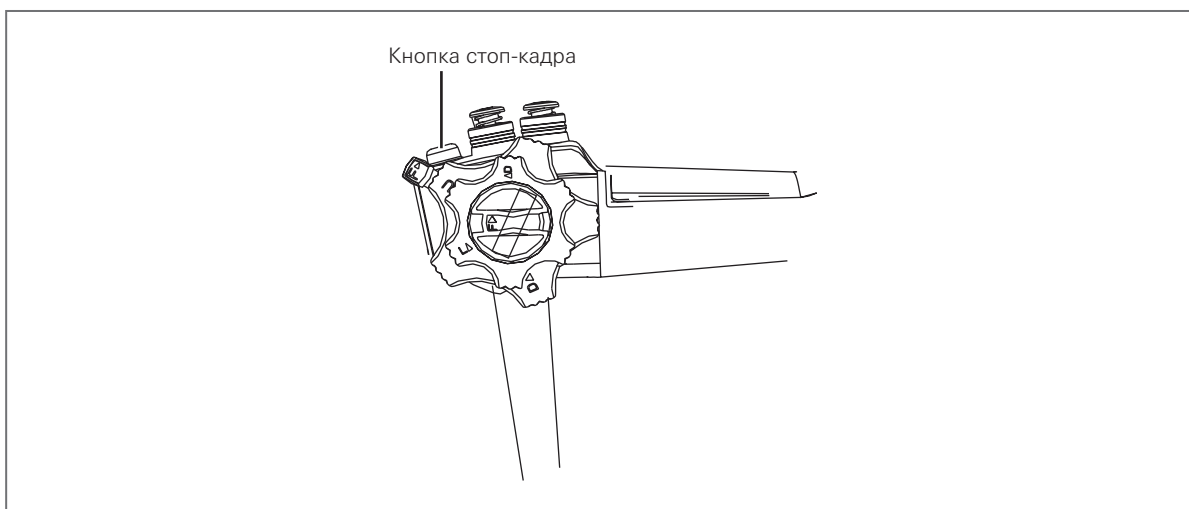
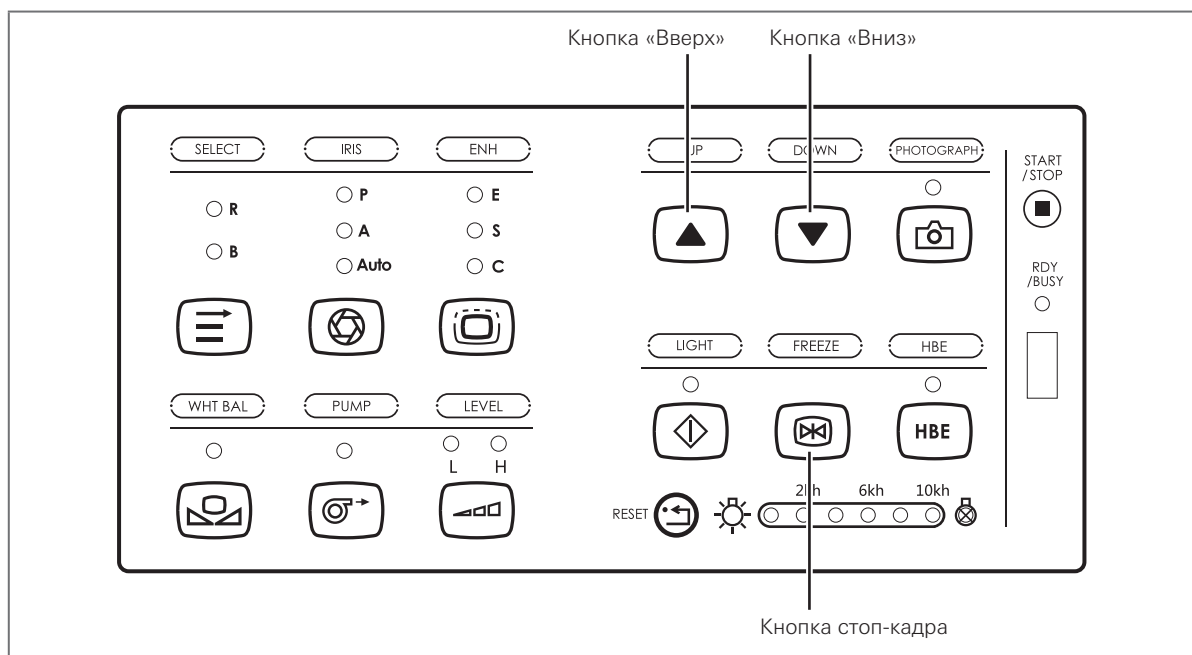

Рис. 4.10
Рис. 4.11
1. Нажмите на кнопку стоп-кадра на рукоятке эндоскопа (см. рис. 4.10), кнопку стоп-кадра на передней панели (см. рис. 4.11) или клавишу F6 на клавиатуре, чтобы сделать стоп-кадр.